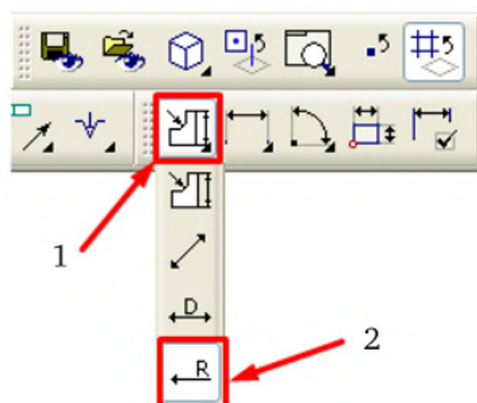

Рис. 6.7
1. Указанием курсора при нажатой левой кнопке «мыши» нажать и удерживать кнопку **Авторазмер**  (1) (рис. 6.7). На раскрывшейся панели выбрать кнопку **Радиальный размер**  (2), левую кнопку «мыши» отпустить.